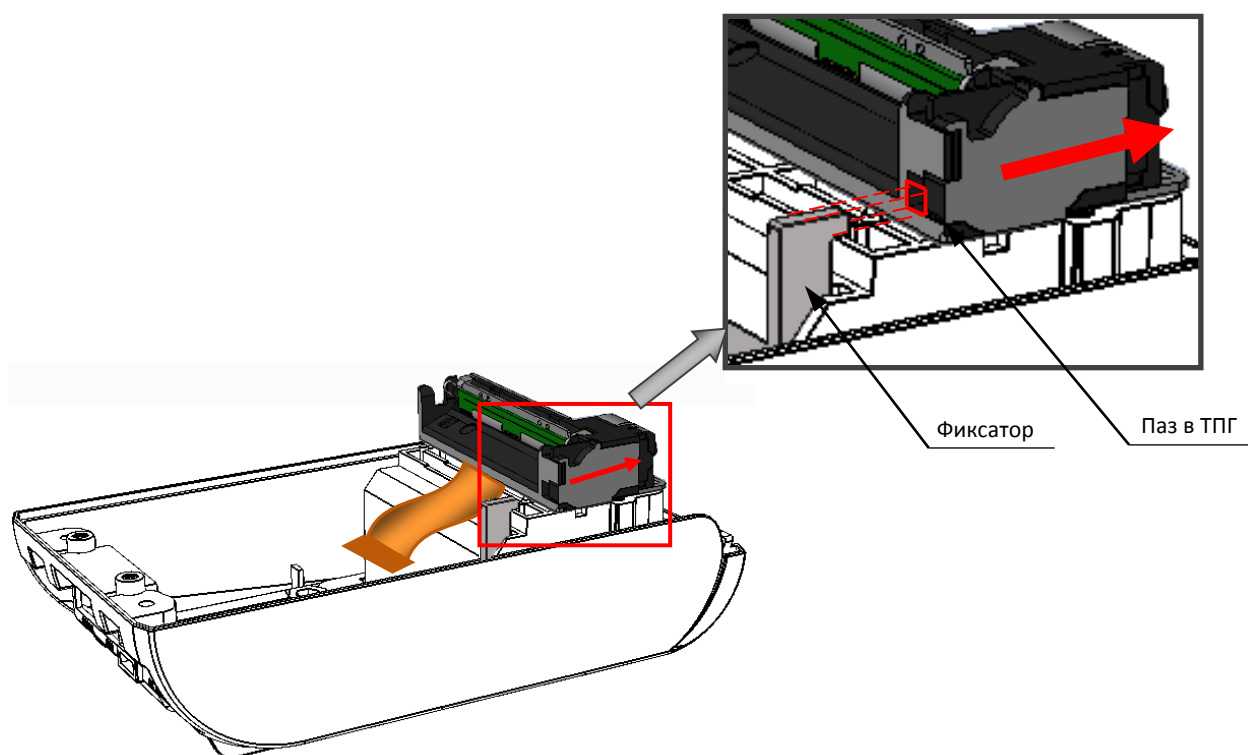

Рисунок 19. Направление смещения ТПГ с учетом расположения фиксатора в нижней части корпуса и паза в ТПГ
6. Затем аккуратно сместить ТПГ в направлении, показанном на рисунке и освободить фиксатор нижней части корпуса изделия из паза ТПГ (смотрите рисунок 19).
7. Установить на место старого экземпляра ТПГ новый экземпляр печатающего устройства, совместив фиксатор в нижней части корпуса изделия и паз в ТПГ (смотрите рисунок 19). ТПГ на нижней части корпуса изделия должно быть расположении как показано на рисунке ниже.